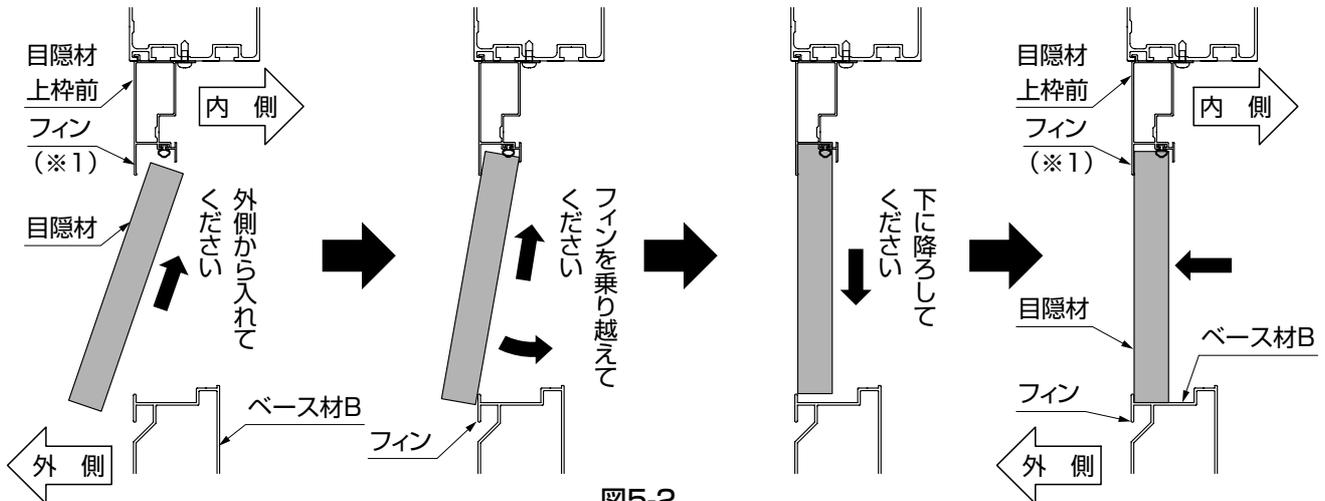

図5-2
- 目隠材は外側から目隠材上枠前のフィン内側に引っ掛けるように入れ、ベース材Bのフィンを乗り越えたら外側に押付けてください。(図5-2参照)